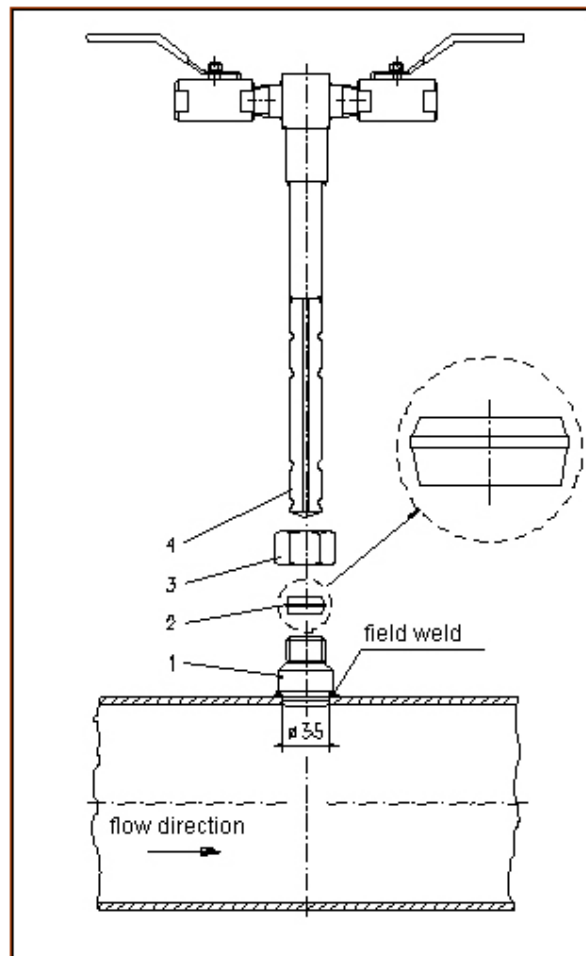

Abb. 8 Montage einer IBR ohne Gegenlager (IBR-20/25/35)
2. Nehmen sie vor dem Einschweißen den Schneidring (2) von der Einschweißmuffe (1), um ihn vor Hitzespannungen, die beim Schweißen entstehen, zu schützen. Die Druckmutter (3) bleibt während der Montage auf die Einschweißmuffe geschraubt (siehe Abb. 8 (Seite 13)), um das Gewinde zu schützen.
5. Nun kann der Einbau der Itabar-Sonde in die Rohrleitung erfolgen (Abb. 8). Nehmen Sie die Druckmutter von der Einschweißmuffe und schieben Sie sie über das Sondenprofil (4). Schieben Sie den Schneidring (die kürzere Seite zeigt nach oben!) auf das Sondenprofil. Führen Sie nun die Sondenspitze zusammen mit der Druckmutter und dem Schneidring in die Einschweißmuffe ein, bis die Sondenspitze an der gegenüberliegenden Seite der Rohrleitung anstößt.